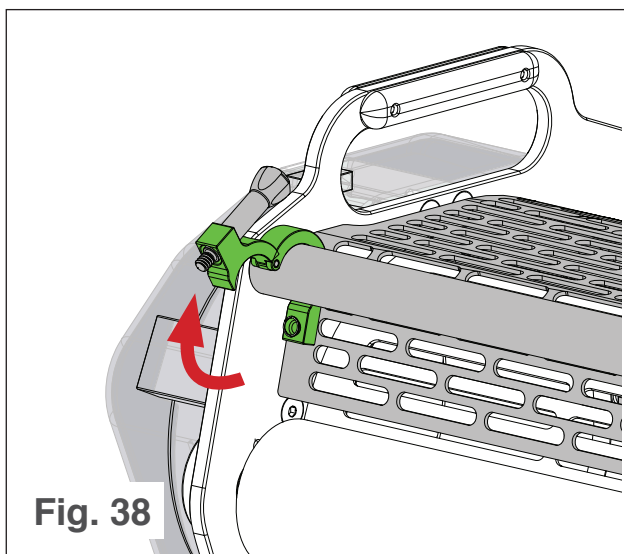

Fig. 38
- d. Abra las cerraduras del protector del tambor (ver Fig. 38).